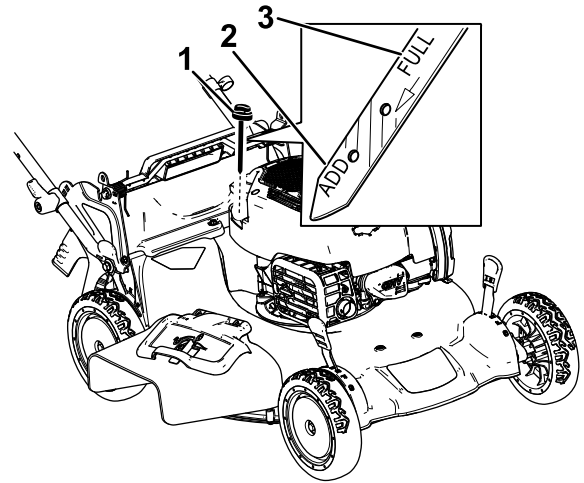

Bild 28
3. Entfernen Sie den Peilstab, indem Sie den Deckel nach links drehen und herausziehen (Bild 28).
10. Lesen Sie den Ölstand am Peilstab ab. (Bild 28)